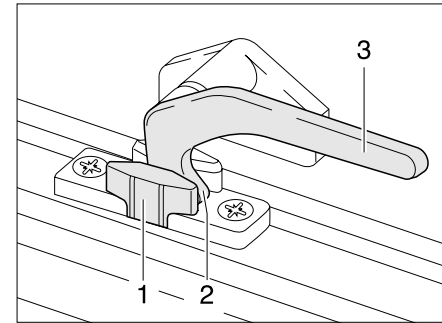
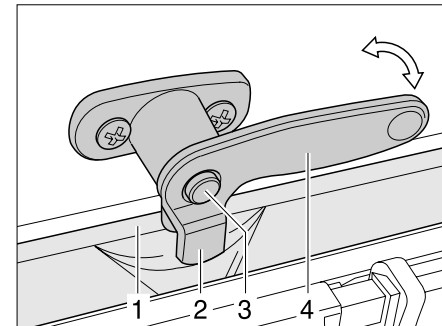

Bild 13 Verriegelungshebel in Stellung „Dauerbelüftung“
Bild 14 Verriegelungshebel mit Sicherungsknopf in Stellung „Dauerbelüftung“
- in Stellung „Dauerbelüftung“ (Bild 13)
- ▶ Falls vorhanden, den Sicherungsknopf (Bild 14,3) drücken und gedrückt halten.
- ▶ Den Verriegelungshebel (Bild 13,3 bzw. Bild 14,4) eine viertel Umdrehung zur Fenstermitte hin drehen.
- ▶ Den Verriegelungshebel wieder zurückdrehen. Die Verriegelungsnase (Bild 13,2 bzw. Bild 14,2) dabei in die Aussparung der Fensterverriegelung (Bild 13,1 bzw. Bild 14,1) einfahren.